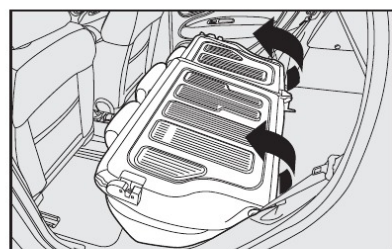

fig. 112
5) Rebater para a frente o encosto, passando os cintos pelos lados, até que este se apoie sobre o assento traseiro fig. 112.